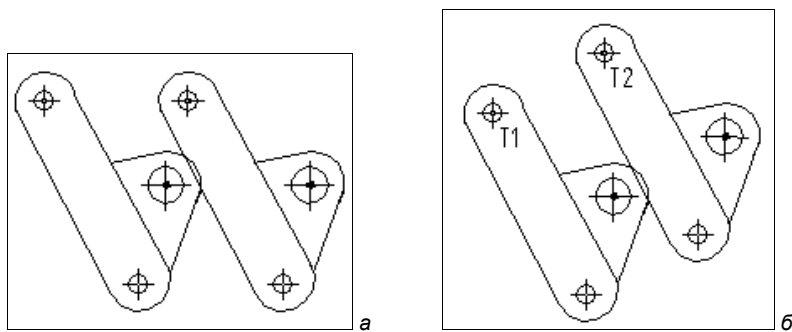

Рис. 10.3. а — выполнение сдвига; б — сдвиг по углу и расстоянию
- ◆ задайте новое положение базовой точки **t2**. Появится фантом смещенного объекта (рис. 10.3, *a*);